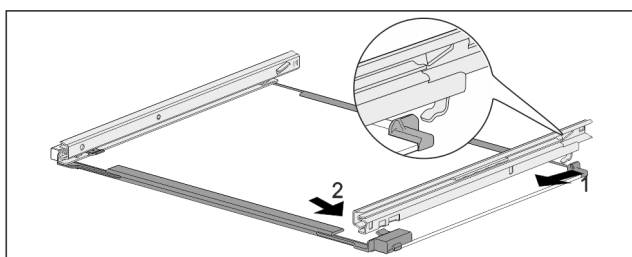

Fig. 191 Staklena ploča s vodilicama
- ▶ Zakvačite vodilicu sa stražnje strane. Fig. 191 (1)
- ▶ Uglavite vodilicu s prednje strane. Fig. 191 (2)